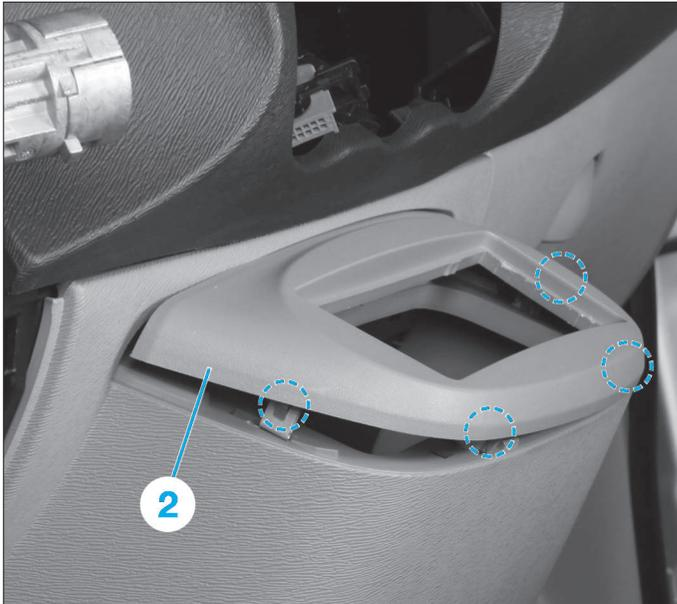

Fig. 31
- dégrafer puis déposer l'enjoliveur d'autoradio (2) (Fig.31),